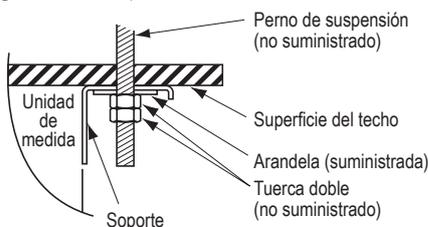

Fig. 4-14
- (6) Ejecutar los trabajos de preparación para suspender la unidad interior. El método de suspensión varía en función de si existe un falso techo o no. (Figs. 4-14 y 4-15)
- (7) Suspender la unidad interior como sigue:
- a) Encajar el soporte en el perno de suspensión. Colocarlo pegado a la superficie del techo (Fig. 4-14~4-16)